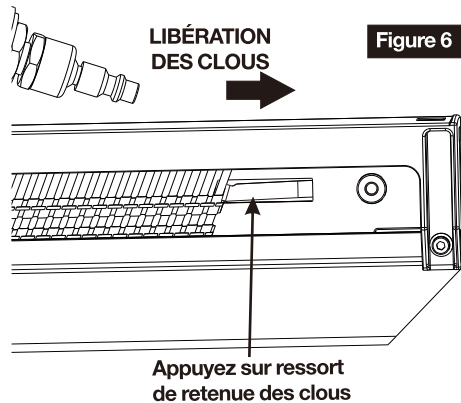

Figure 6
3. Après que les clous auront glissé à nouveau jusqu'au ressort de retenue des clous, appuyez sur la languette du ressort de retenue pour repousser de ressort, et laissez les clous sortir du magasin. (Voir figure 6)